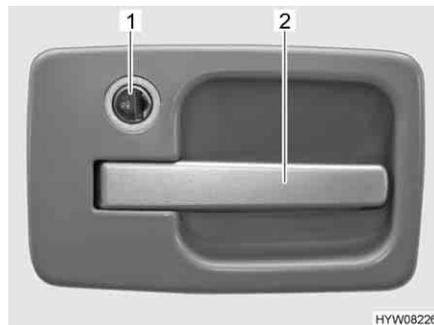

Fig. 23 Cerradura de la puerta, puerta de entrada, en el exterior
- Introducir la llave en el cilindro de cierre (Fig. 23,1) y girarla hasta que esté desbloqueada la cerradura de la puerta.
- Tirar del tirador de la puerta (Fig. 23,2). La puerta está abierta.
- Introducir la llave en el cilindro de cierre (Fig. 23,1) y girarla hasta que esté bloqueada la cerradura de la puerta.